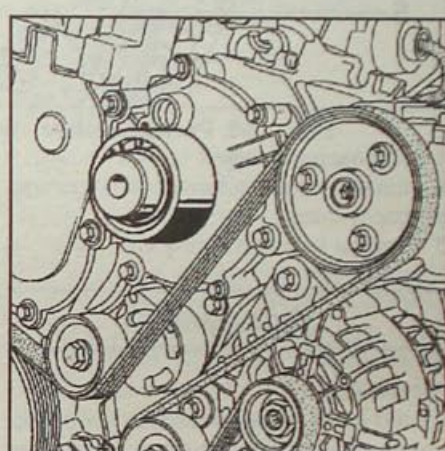

Рис. 4.57. Использование приспособления Mot. 1503 для установки крышки нового насоса
- Приспособлением Mot. 1503 установите крышку нового насоса (рис. 4.57).